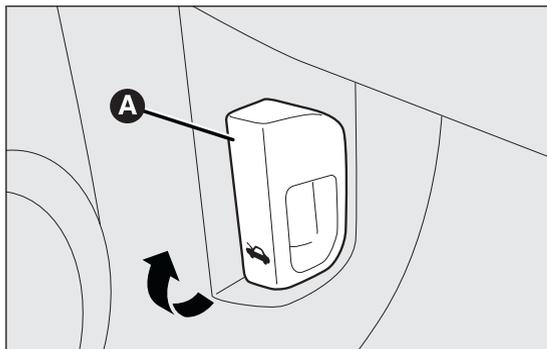

fig. 88
- tirare la leva A fig. 88 nel senso indicato dalla freccia;